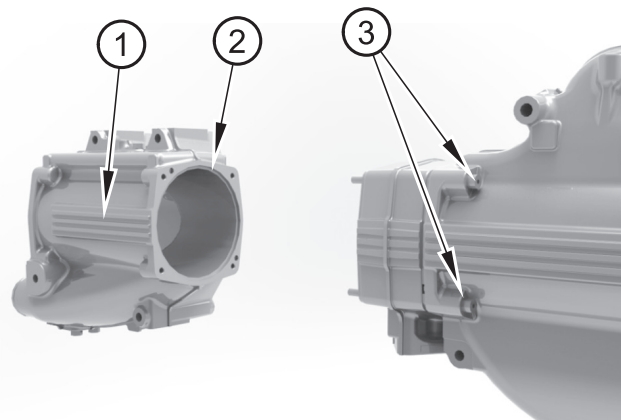

Figura 20
2. Afloje los pernos (figura 20, elemento 3) y retire el cuerpo del intercambiador de calor (elemento 1). Aparte la junta tórica (elemento 2).